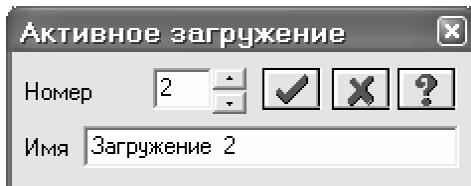

Рис.2.10. Диалоговое окно Активное загружение
- Смените номер текущего загружения, вызвав диалоговое окно **Активное загружение** (рис.2.10) с помощью меню **Нагрузки** ⇒ **Выбор загружения** (кнопка  на панели инструментов).